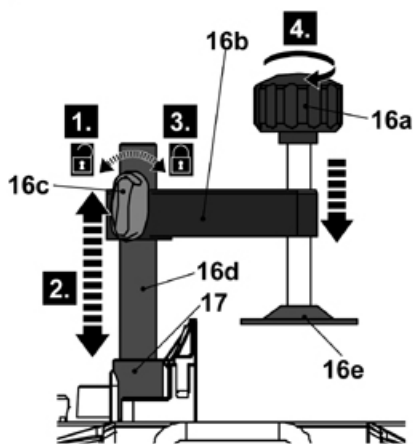

Fig. 7
- > Desaperte o manipulador de bloqueio (16c) (Fig. 7, etapa 1) no pilar de ajuste de altura (16d) e ajuste a pinça (16b) à altura solicitada (etapa 2). Aperte o manipulador de bloqueio para fixar a pinça (etapa 3).